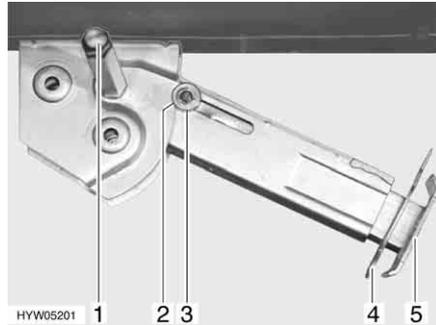

Fig. 24 Piedino di stazionamento
- Inserire la chiave a tubo nell'esagonale (Fig. 24,1) e ruotare fino a quando il piedino di stazionamento non si trova in posizione verticale verso il basso.
- Estrarre la copia (Fig. 24,4) dal prolungamento dell'estremità del piedino (Fig. 24,5).
- Inserire la chiave a tubo nell'esagonale (Fig. 24,1) e ruotare fino a quando il piedino di stazionamento non si stacca dal terreno.
- Spingere completamente all'interno il prolungamento dell'estremità del piedino (Fig. 24,5) e inserire la copia (Fig. 24,4) nel foro apposito.
- Ruotare la chiave a tubo nell'esagonale (Fig. 24,1), fino a quando il piedino di stazionamento non è sollevato verso l'alto e la guida (Fig. 24,3) è rientrata totalmente nell'intaglio (Fig. 24,2).